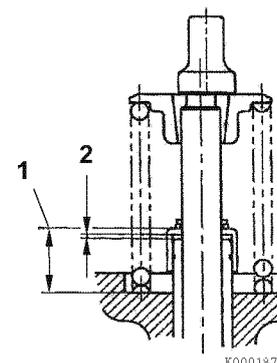

Figure 6-33
Installez systématiquement des joints de tige de soupape neufs. Les joints de tige de soupape d'échappement sont différents des joints de tige de soupape d'admission et peuvent être identifiés par les repères peints à l'extérieur des joints ou par la couleur du ressort du joint (4, **Figure 6-33**). Assurez-vous qu'elles sont installées aux bons endroits.
2. Mesurez la distance (1, **Figure 6-33**) entre la culasse et le joint de la tige de la soupape pour garantir un jeu adéquat (2, **Figure 6-33**) entre le guide et le joint. Voir *Soupape d'admission/d'échappement et guide* à la page 6-5.